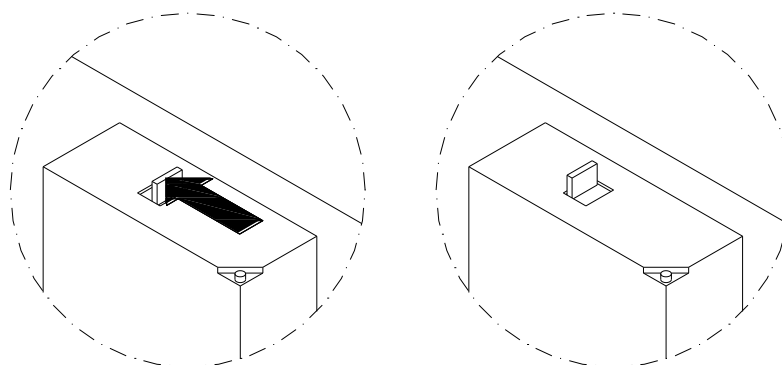

Figura 32 - Ripristino del Monitoraggio
- Ripristinare il relè del monitoraggio come mostrato in Figura 32